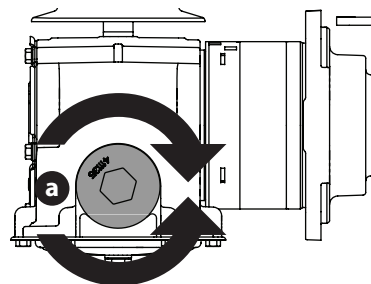

Fig. 41
2. Placez un récipient approprié sous le bouchon de vidange (a) de la transmission. Retirez le bouchon de vidange (a) et laissez l'huile de transmission s'écouler (Fig. 41).